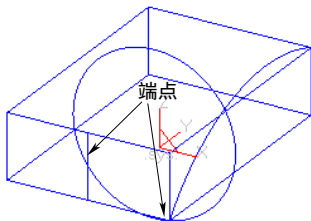

图 6-40 绘制圆
7) 按 F9 键选择 XZ 平面为构图面, 然后选择下拉菜单“造型”→“曲线生成”→“圆”命令, 或者单击“曲线生成栏”工具栏上的“圆”按钮 , 选取“两点_半径”画圆方式, 捕捉选择如图 6-40 所示的两点输入半径 50mm, 绘制圆。